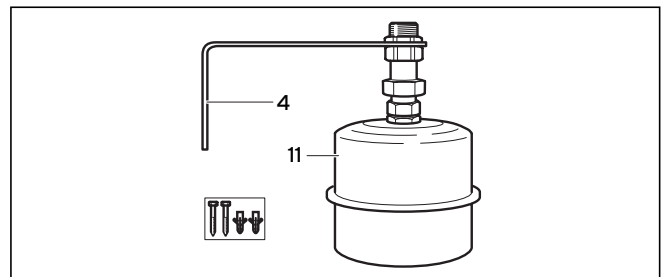

Fig. 6.2 Montaje del vaso de expansión
El vaso de expansión solar (11 en la fig. 6.2) necesario y el vaso de protección contra sobretemperaturas (13) opcional pueden adquirirse como accesorios.